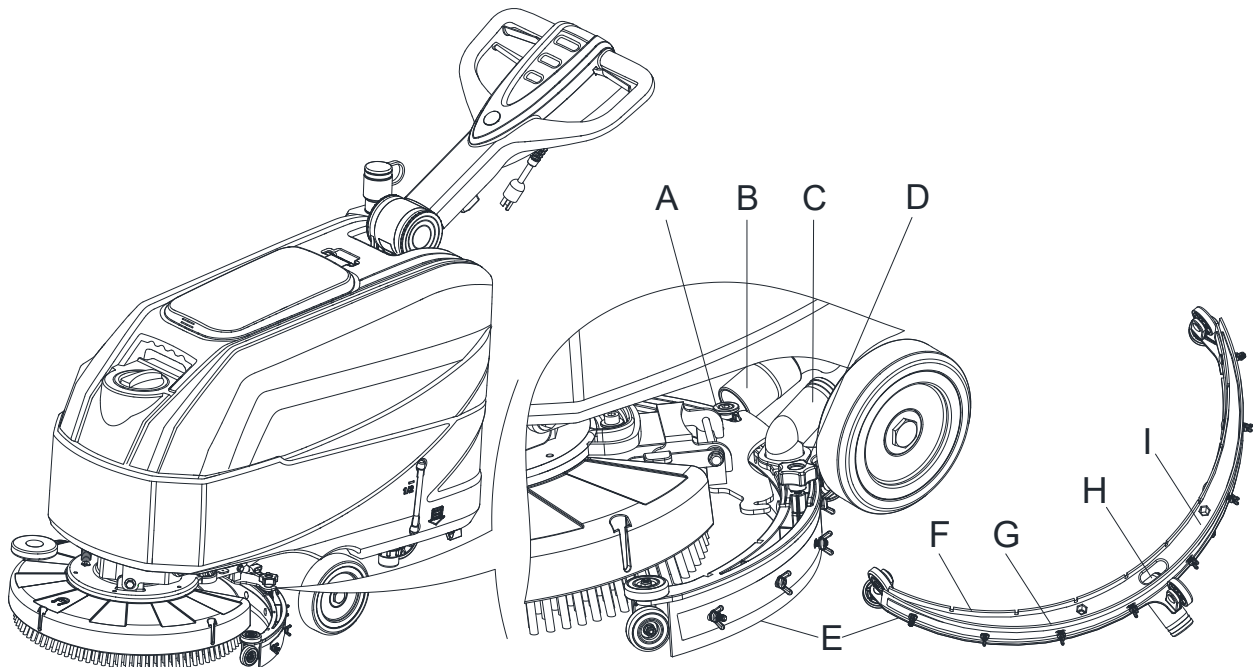
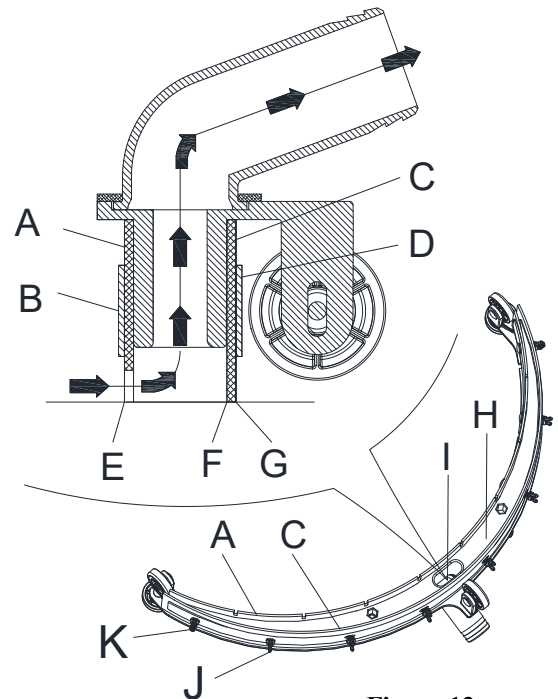

Figure 12
Figure 13
4. Débranchez le tuyau d'aspiration (B, Figure 12) du connecteur de la raclette (C).
5. Desserrez les boutons (D) et retirez la raclette (E).
6. Nettoyez la raclette en acier ou en plastique (E, Figure 12). Nettoyez en particulier les compartiments (I) et l'orifice (H). Vérifiez l'intégrité, la coupe et les déchirures des lames avant (F) et arrière (G) ; si nécessaire, remplacez-les (voir la procédure au paragraphe suivant).
2. Vérifiez que les bords (E, Figure 13) de la lame avant (A) et les bords (F) de la lame arrière (C) sont bien au même niveau sur toute leur longueur ; si nécessaire, réglez leur hauteur selon la procédure suivante :
- Desserrez tous les écrous à ailettes (J) et réglez les lames avant (A) et arrière (C), puis serrez tous les écrous à ailettes.
3. Vérifiez l'usure, la coupe et les déchirures des lames avant (A) et arrière (C) ; si nécessaire, remplacez-les selon la procédure suivante. Vérifiez que les coins avant (E) ou arrière (F) ne sont pas usés ; si nécessaire, retournez la lame pour remplacer le coin usé par un coin intact. Si les autres coins sont usés, remplacer aussi la lamelle selon la procédure suivante :
- Déposez tous les écrous à ailettes (J) et la vis (K), déposez la bande de retenue (B), puis remplacez/retournez la lame avant (A). Monter l'embouchure dans l'ordre inverse du démontage.
- Déposez tous les écrous à ailettes (J) et la vis (K), déposez la bande de retenue (D), puis remplacez/retournez la lame arrière (C). Monter l'embouchure dans l'ordre inverse du démontage. Après le remplacement de la lame (ou son retournement), remontez la raclette comme indiqué à l'étape précédente.
4. Installez la raclette (E, Figure 12) et revissez les boutons (D, Figure 12), comme indiqué au paragraphe précédent.
5. Branchez le tuyau d'aspiration (B, Figure 12) à la raclette (C, Figure 12).